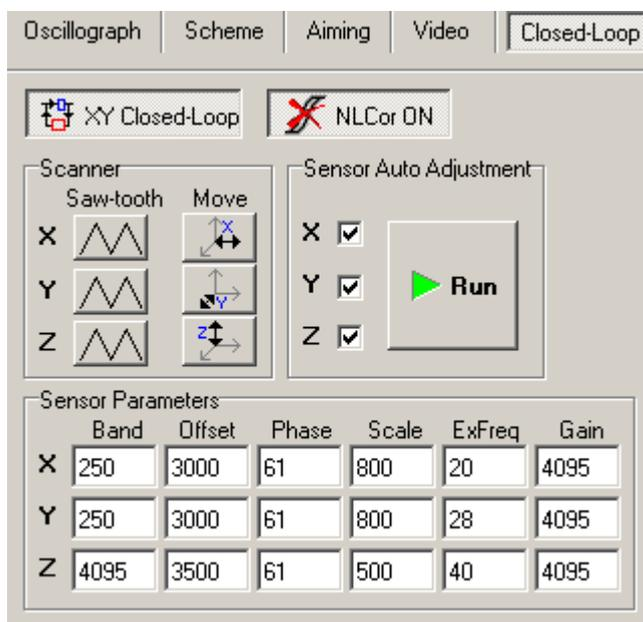

Рис. 2-7. Вкладка **Closed-Loop**
2. Перейдите на вкладку **Closed-Loop** (Рис. 2-7).